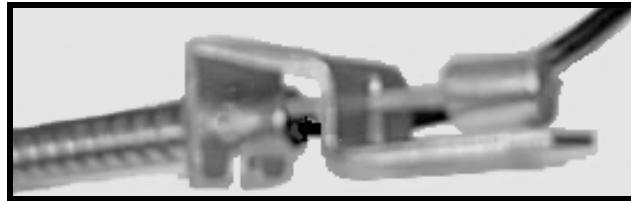

Figura 3: Detalhe da montagem do suporte do monofone.
- encaixe o tubo de aço ao suporte do monofone (ver figura 3);